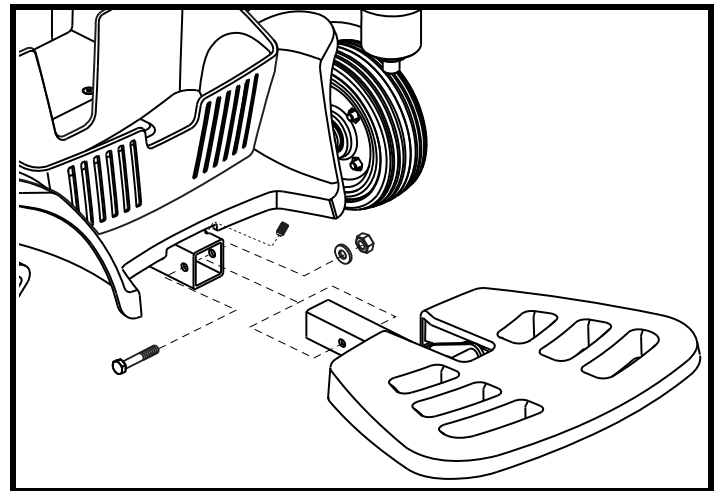

Figure 19. Profondeur du repose-pieds
1. Enlevez le boulon et l'écrou qui retiennent le repose-pieds. Voir la figure 19.